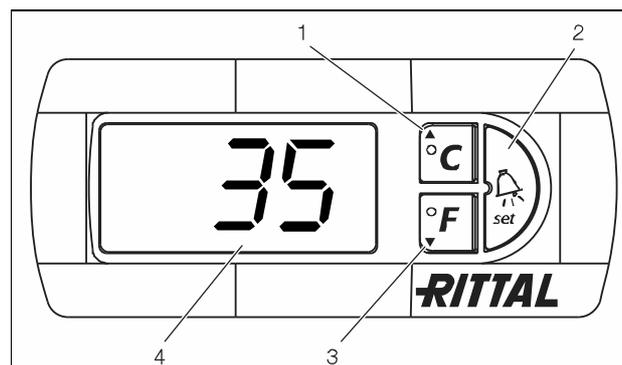

Fig. 34 : Régulateur e-confort
Le régulateur e-confort assure la régulation du compresseur et du ventilateur du condenseur. Le régulateur e-confort dispose d'un affichage à 7 segments (fig. 34, n° 4). Lorsque l'appareil est mis sous tension, dans un premier temps, la version du logiciel du régulateur s'affiche pendant env. 2 secondes, puis «ECO» pour l'activation du mode économique. Ensuite, la température intérieure de l'armoire électrique s'inscrit sur l'affichage à 7 segments. En fonctionnement normal, il assure l'affichage de la température (en degrés Celsius ou en degrés Fahrenheit par commutation) et l'affichage des défauts. Normalement, la température actuelle à l'intérieur de l'armoire électrique est affichée en permanence. Dès qu'un défaut survient, son code est immédiatement signalé sur l'afficheur en alternance avec la température.
La programmation de l'appareil se fait à l'aide des touches 1 – 3 (fig. 34). Les paramètres correspondants sont également visualisés sur l'afficheur.
- Appuyer simultanément sur les touches 1 et 2 (fig. 34) pendant au moins 5 secondes.
Les touches 1, 2 et 3 (fig. 34) vous permettent de modifier 24 paramètres à l'intérieur des plages définies (valeurs limites minimales et maximales).